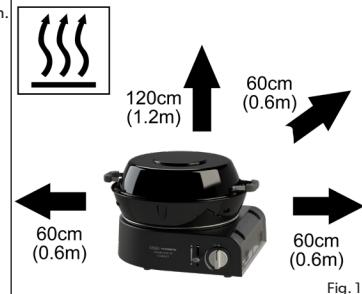

Fig. 1
- Zorg ervoor dat het toestel gebruikt wordt op afstand van brandbare materialen. Minimale veilige afstanden boven het toestel - 1,2m, aan de achterkant en zijkanten - 0,6m. (fig.1)